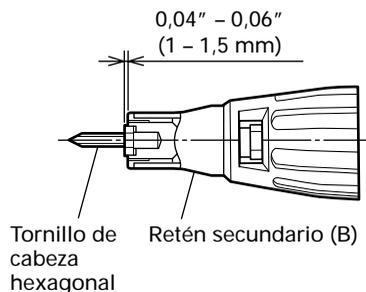

Fig. 4
(1) Para tornillos de cabeza hexagonal (Fig. 4) Monte un tornillo de cabeza hexagonal en el portatornillos y fije la distancia de 0,04" – 0,06" (1 – 1,5 mm) entre el extremo del retén secundario y el extremo de la cabeza del tornillo.